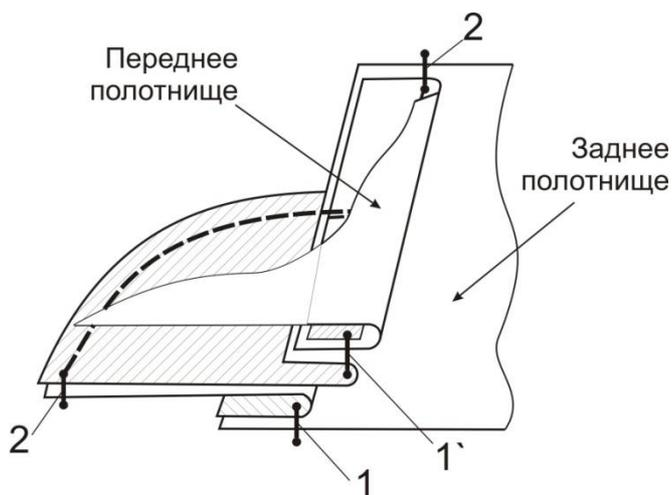

Рис.1
3. На лицевую сторону переднего полотнища и лицевую сторону части заднего полотнища накладывают детали мешковины кармана лицевой стороной вниз, уравнивают срезы и притачивают швом шириной 1 см (рис.1, строчки 1 и 1') таким образом, чтобы подкладка кармана перекрывала линию, ограничивающую длину входа в карман, на ширину шва стачивания мешковины кармана. Швы обметывают и заутюживают на подкладку кармана.
4. Стачивают боковые швы юбки швом шириной 1,5 см, одновременно стачивая мешковину кармана с закрепками в начале и конце кармана (рис.1, строчка 2). Срезы обметывают, карман приутюживают.